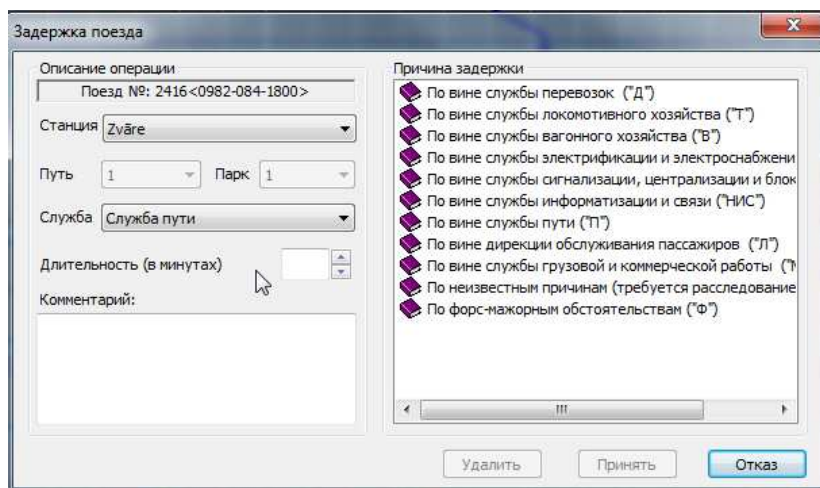

Рис.203. Окно «Задержка поезда». Выбор станции
2. Выбрать пункт меню «Задержка поезда на станции». В появившемся окне «Задержка поезда» выбрать станцию, на которой произошла задержка (см. рис. 203). В выпадающем списке в поле «Станция» отображаются только те станции, на которых выбранная нить имеет стоянку. В поле «Парк» и «Путь» указаны парк и путь стоянки поезда на выбранной станции.